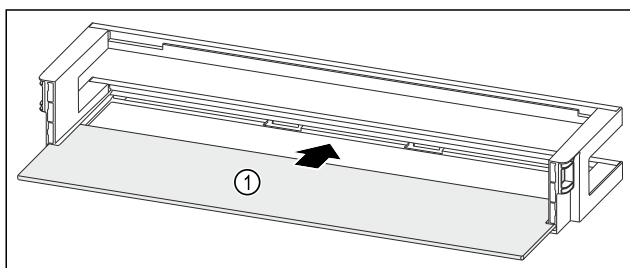

Fig. 119 Рафт на врата с рафт
- Вкарайте рафта Fig. 119 (1) в страничните прорези.